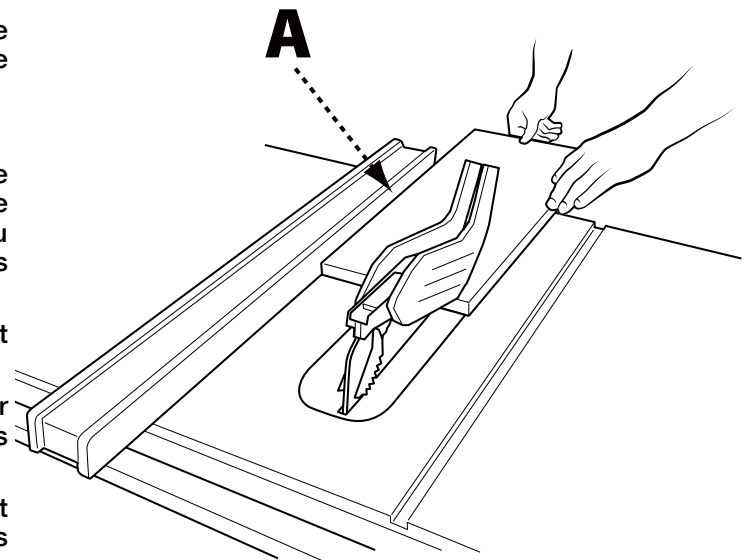

FIGURE 24
8. Maintenez la pièce à plat sur la table et contre le guide (A). La pièce doit avoir un bord droit contre le guide et ne doit pas être déformée, tordue ou courbée. Voir la position correcte des mains dans la Figure 24.